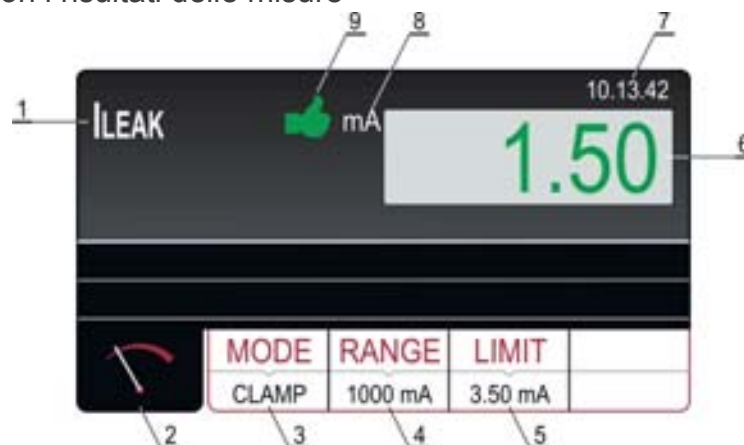

Fig. 73: Videata di misura della funzione ILEAK con pinza
8. Avviare la misura premendo il tasto **START/STOP**. La misura sarà avviata e sarà arrestata da una nuova pressione del tasto **START/STOP**. Il risultato del test sarà visualizzato in verde se inferiore o uguale o in rosso se superiore al valore limite impostato. Il risultato finale sarà accompagnato dal simbolo 🟢 verde e da un segnale acustico breve (risultato OK) o dal simbolo 🚫 rosso e da un segnale acustico prolungato (risultato non OK). La seguente Fig. 73 mostra un esempio di schermata con i risultati delle misure